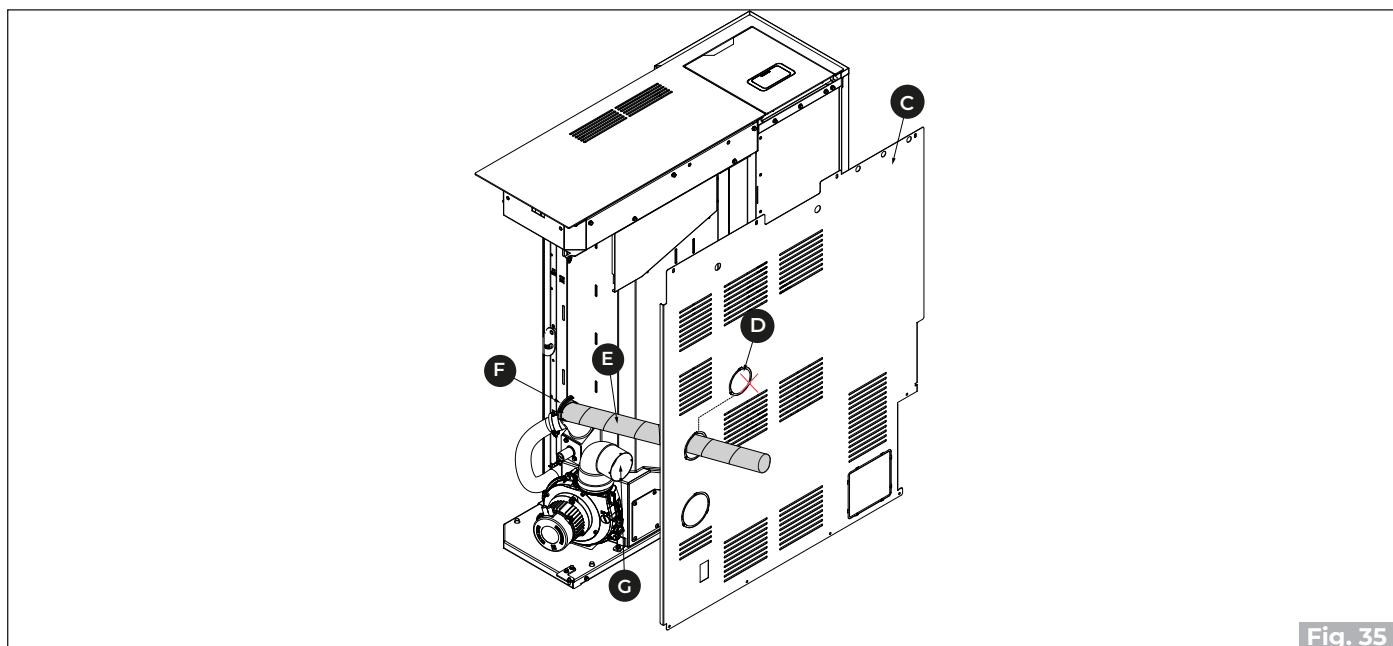

Fig. 35
- Entfernen Sie den Vorschnitt **(D)** an der Rückwand **(C)** und führen Sie den Schlauch **(E)** durch, um ihn an einen externen Lufteinlass („Fig. 35“) anzuschließen.